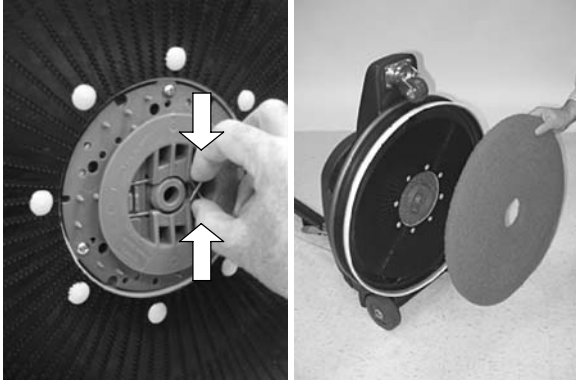

FIG. 2
4. Pour installer le patin, retirez la bague de blocage central en plastique du pignon menant du patin, en la tournant dans le sens contraire des aiguilles d'une montre. Positionnez le patin sur le pignon menant et réinsérez la bague en la faisant pivoter dans le sens des aiguilles d'une montre. Assurez-vous que la bague de blocage central est fixée fermement (Figure 2).